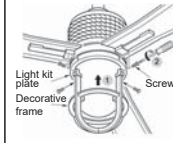

Fig.29
Paso 8: Atornille el marco decorativo a la placa del kit de luz con 4 tornillos. (Fig. 29)